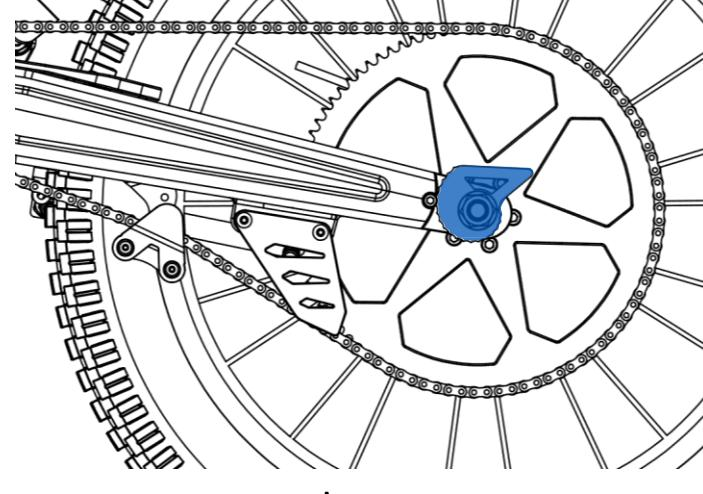

Fig. 17
- 3- Debe girar el regulador excéntrico (Fig. 17), hacia una posición dependiendo del juego de la cadena, y conseguir el tensado correcto. Debe asegurarse que el tope está situado entre los dientes del regulador excéntrico y los dos lados por igual. Estos componentes deben colocarse en la posición adecuada según el nivel de tensión requerido.
- 4- La excéntrica debe ser girada para adoptar la posición que garantice un ajuste óptimo hasta el límite máximo del recorrido, tal como se observa en la Fig. 17.